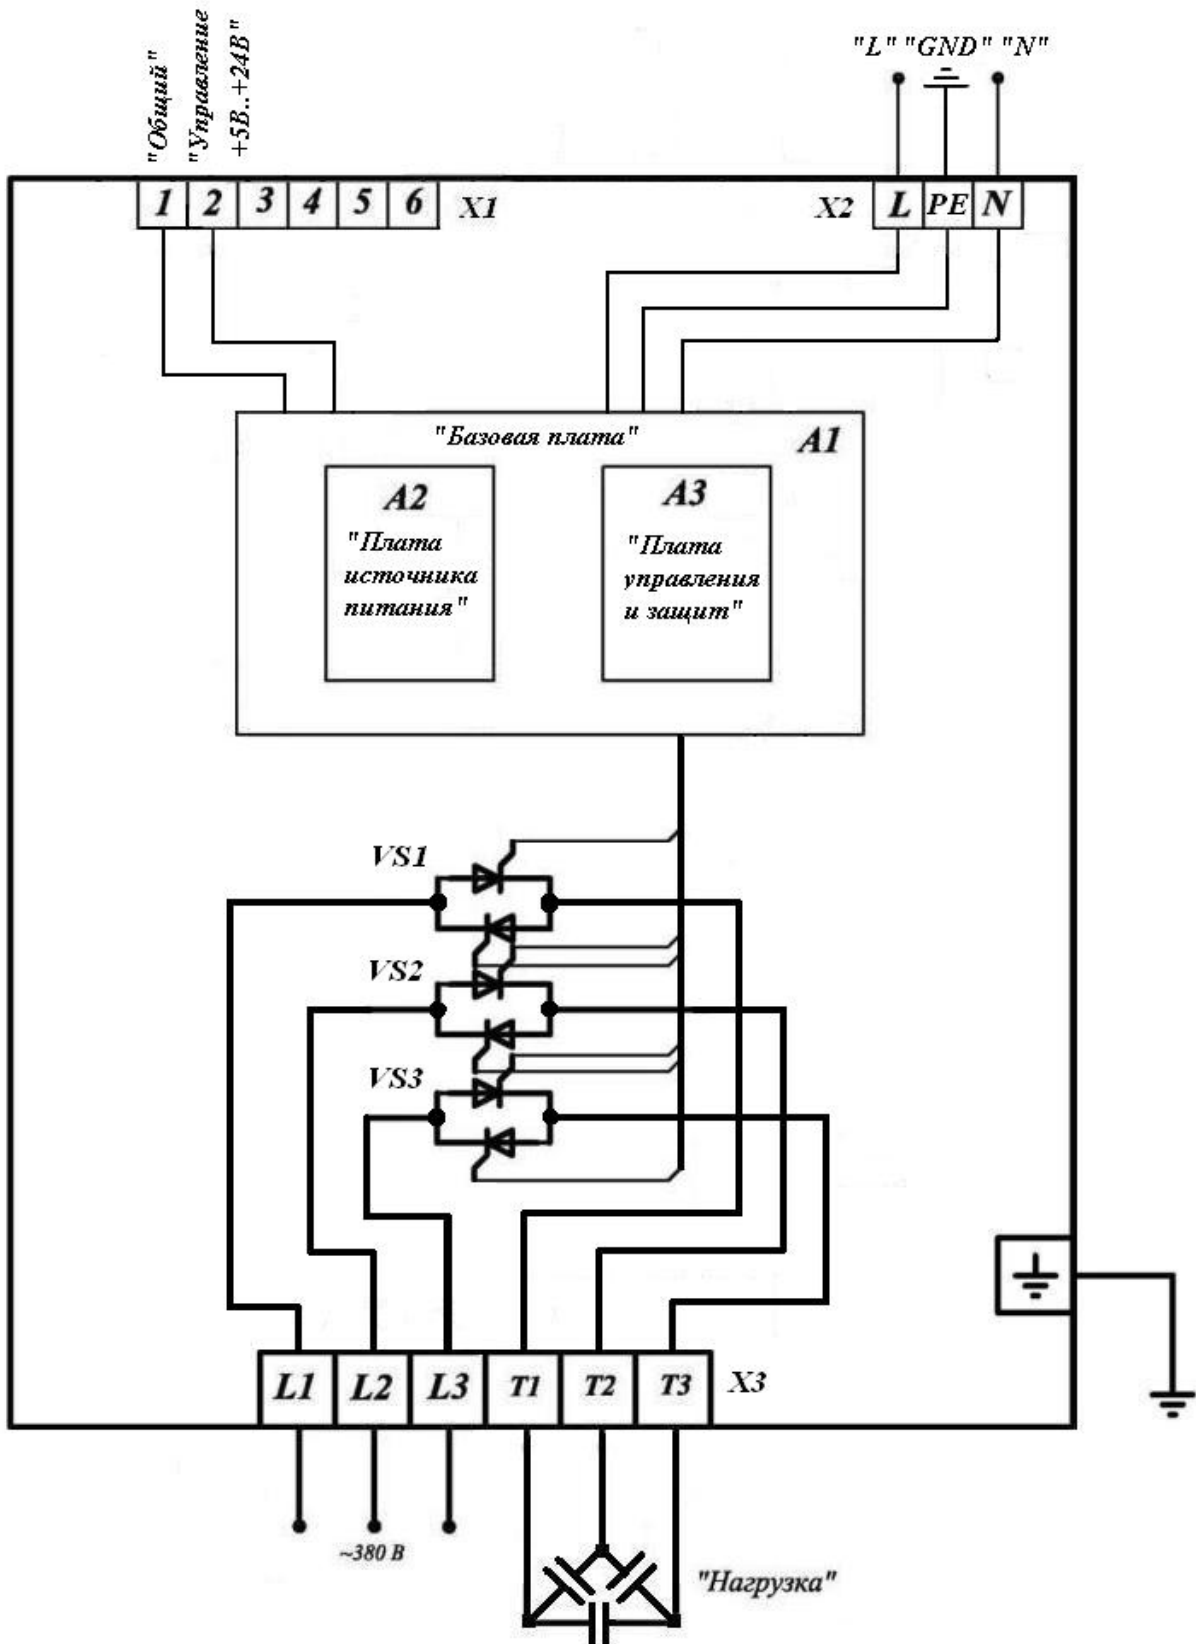

Рис.4 Схема внешних электрических соединений пускателя
4.1. Пускатель представляет собой единое устройство (блок), в состав которого входят: радиатор, три силовых тиристорных модуля VS1, VS2, VS3, базовая плата А1, плата источника питания А2, плата управления и защит А3 (Рис.4).
4.2. Подсоединение силовых проводов питающей сети L1, L2, L3, заземляющего силового провода и заземляющего провода фильтра помех PE (Рис.4), а также, проводов нагрузки Т1, Т2, Т3, проводов питания цепей управления и проводов для подключения управляющих контактов осуществляется согласно схеме внешних электрических соединений (Рис.4).
6.3. Подключение силовых цепей, цепей управления пускателя выполнить согласно схеме внешних электрических подключений (**Рис.4**).
Подать силовое напряжение 380 В, 50 Гц к клеммам **L1, L2, L3** клеммника **X3** (**Рис.4**).